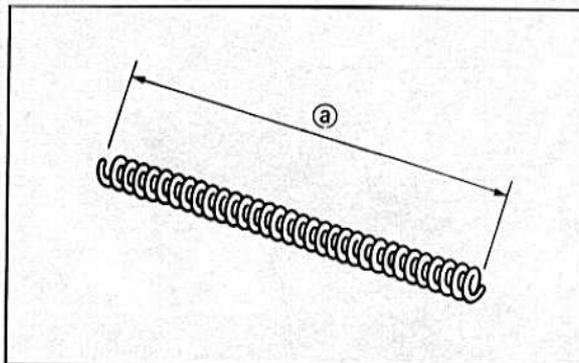

Bild 330 ►
- Die Dämpferstange auf Verschleiss prüfen. Kontrollieren, ob alle Kanäle gängig sind (Bild 330).